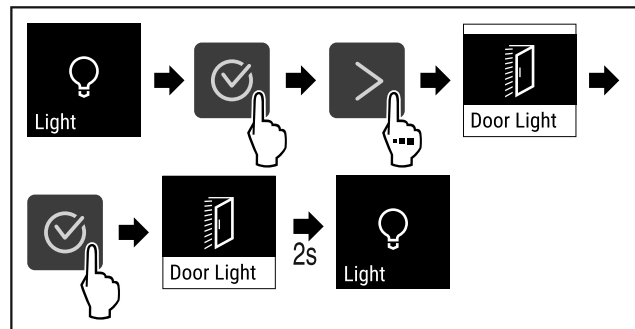

Fig. 87
- ▶ Изпълнете стъпките (виж Fig. 87) .
- ▶ Изпълнете стъпките (виж Fig. 87).